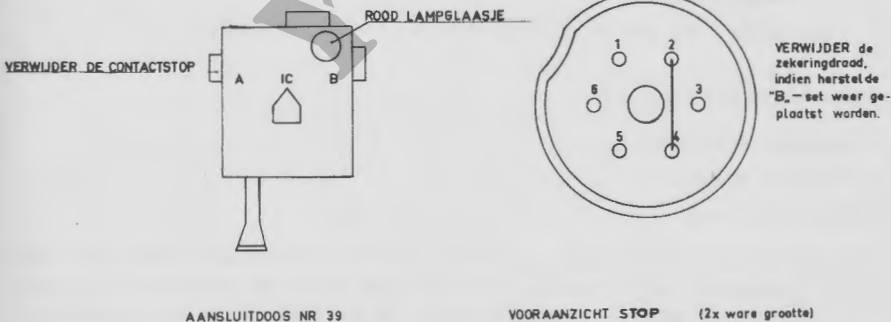

Fig. 75. Linker contactstop van de ladersaansluitdoos
1. Verwijder de linker contactstop van de ladersaansluitdoos (zie fig 75).